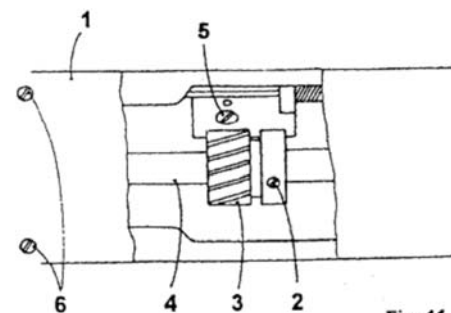
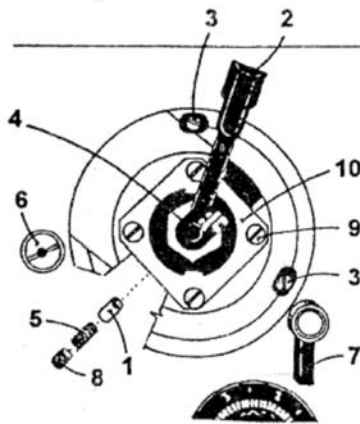
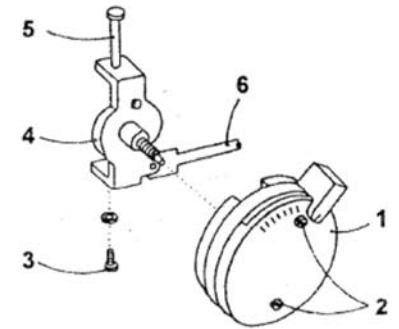

Fig. 11
Fig. 12
Fig. 13
18. Регулировка поперечного движения иглы (рис. 11)
19. Регулировка силы, необходимой для плавной регулировки ширины стежка зигзаг (рис. 12,13)
Для плавного наклона кронштейна, во внутренней части (10, рис. 12) корпуса механизма стежка зигзаг имеется тормозной ролик (1) с пружиной (5) и регулировочным винтом (8). При повороте винта вправо давление на ролик повышается, а соответственно, повышается и сила, требуемая для регулировки ширины стежка. Механизм, активизируемый рычагом (7) служащий для фиксации установленной ширины стежка, должен быть повернут влево перед началом регулировки ширины стежка при помощи рычага (2) крайняя левая позиция которого соответствует нулевой ширине стежка зигзаг. Посредством перевода рычага вправо ширину зигзага можно увеличить до 10мм. Нумерация на крышке (1) рис. 13 указывает на приблизительную ширину стежка в каждой позиции рычага.
Для того чтобы отрегулировать силу управления, сначала снимите полностью весь механизм зигзага с рукава швейной машины. Для этого выкрутите два винта (2) из корпуса механизма, снимите крышку (1), выкрутите три соединительных винта (3) рис. 12 из корпуса механизма зигзага. Затем выкрутите три зажимных винта 3 рис. 13 на шпильке (5), снимите шпильку с направлятеля (4), ослабьте фиксирующий рычаг (7) рис.12 и вытяните шпильку (6) рис. 13 из соединения, таким образом, освобождая корпус механизма зигзага. Для того, чтобы установить механизм на место, произведите те же действия в обратном порядке.
20. Регулировка зазора зубцов механизма передачи зигзаг (рис. 11, 12)
Зазор зубцов механизма передачи стежка зигзаг приводится в действие эксцентриковым шипом (6 рис.12). Для того чтобы отрегулировать зазор зубцов, сначала выкрутите четыре соединительных винта (6 рис. 11), снимите верхнюю крышку (1) и ослабьте винт (5), расположенный на выступе рукава швейной машины. Поворачивая эксцентриковый шип (6 рис. 12), отрегулируйте зазор зубцов механизма передачи стежка зигзаг, то есть между кулачком и шестерней (3) рис. 11, установленной на верхнем валу (4). Затем зафиксируйте установленную позицию, туго затянув винт (5).